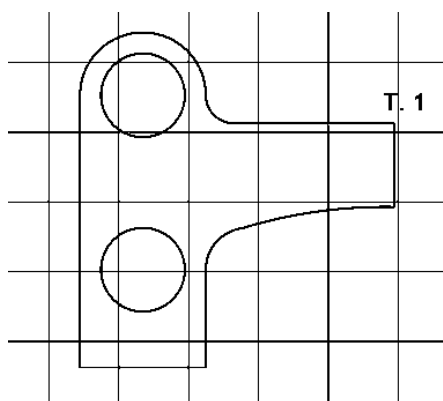

Рис. 39. Построение контура
2. Построение контура (рис. 39):